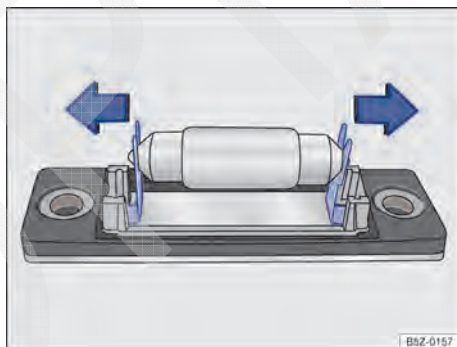

Fig. 181 Lanterna da placa de licença: remover a lâmpada.
- Retirar cuidadosamente a lâmpada pressionando as travas → Fig. 181 no sentido das setas.
- Recolocar os parafusos de fixação (A) e apertá-los.